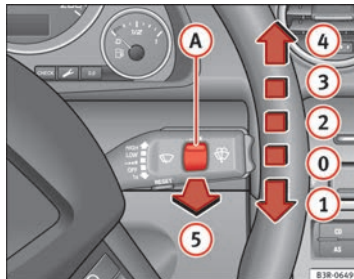

Abb. 99 Scheibenwischerhebel
Der Scheibenwischerhebel => Abb. 99 hat folgende Stellungen:
Betätigen Sie bei eingeschaltetem Licht die Wisch-/Waschautomatik ⇒ Abb. 99 (5), wobei Sie den Hebel länger als etwa 1 Sekunde angezogen halten.